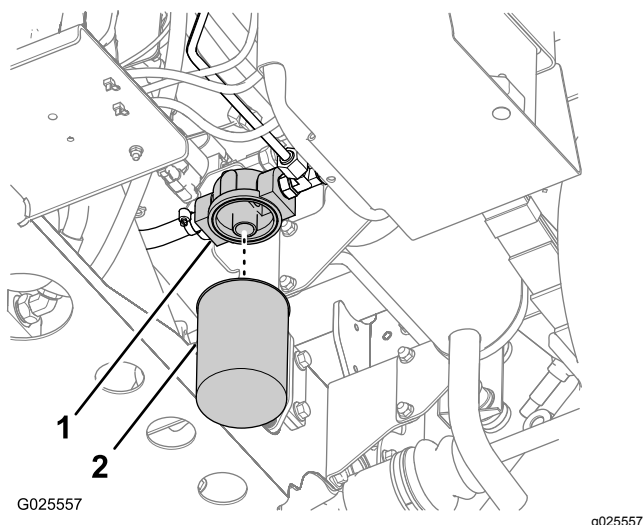

図 82
2. フィルタ取り付け部の周辺をウェスできれいにぬぐう 図 82。
3. フィルタの下にオイルを受ける容器をおく 図 82。
4. フィルタを左に回して外す 図 82。
5. フィルタのアダプタの取り付け部をきれいに拭く 図 82。
7. フィルタのアダプタにフィルタをねじ込んで取り付け。ガスケットがアダプタの取り付け面に当たるまで手で回し 図 82、そこからさらに 1/2 回転増し締めする 図 82。